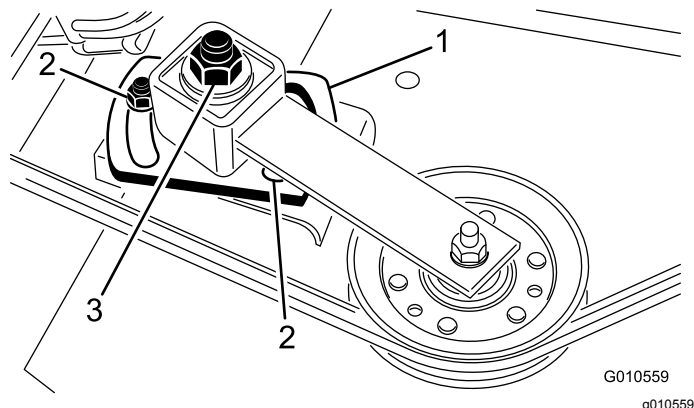

図 29
5. ソケットとトルクレンチを使用して、アイドル調整ナットを 47-54 N・m/4.8-5.5 kg・m=35-40 ft-lb にトルク締めする 図 29。